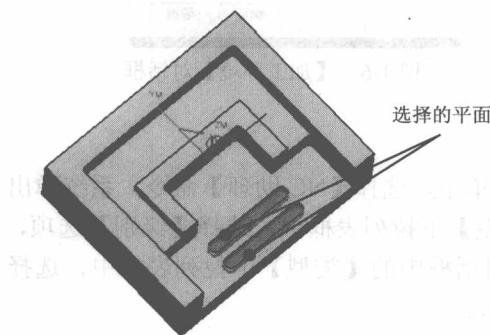
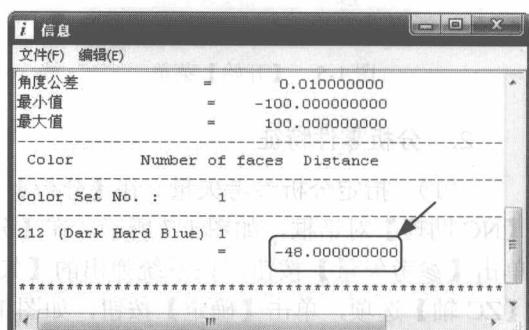

图 1-11 选择的平面
图 1-12 【信息】对话框
(3) 分析零件的最低平面。在绘图区选择如图 1-11 所示的两个平面，在【NC 助理】对话框中，单击【应用】按钮，弹出【信息】窗口，其中显示出最低平面距离参考平面的距离为【-48】，如图 1-12 所示。根据分析的结果，在加工中刀具的长度必须大于 48 mm 才能对最低的平面进行加工。